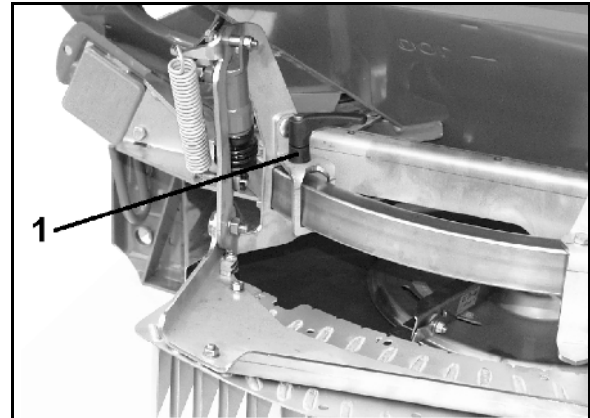

Fig. 74
1. Hierfür den Klemmhebel (Fig. 74/1) lösen.